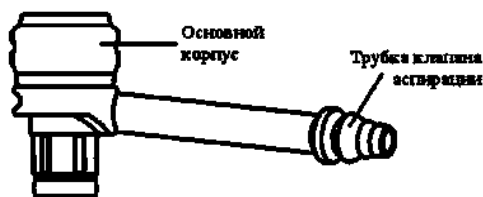

Рисунок 10.
1. Установите аспирационный клапан (рисунок 10) на цилиндр аспирационного клапана эндоскопа.